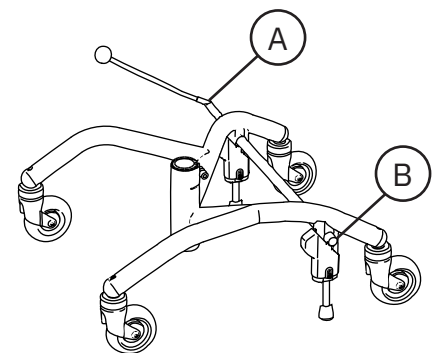

Figure 5.47. Levier de frein.
Le levier de frein peut se placer sur le côté droit (A) ou gauche (B) de l'embase (voir figure 5.47).